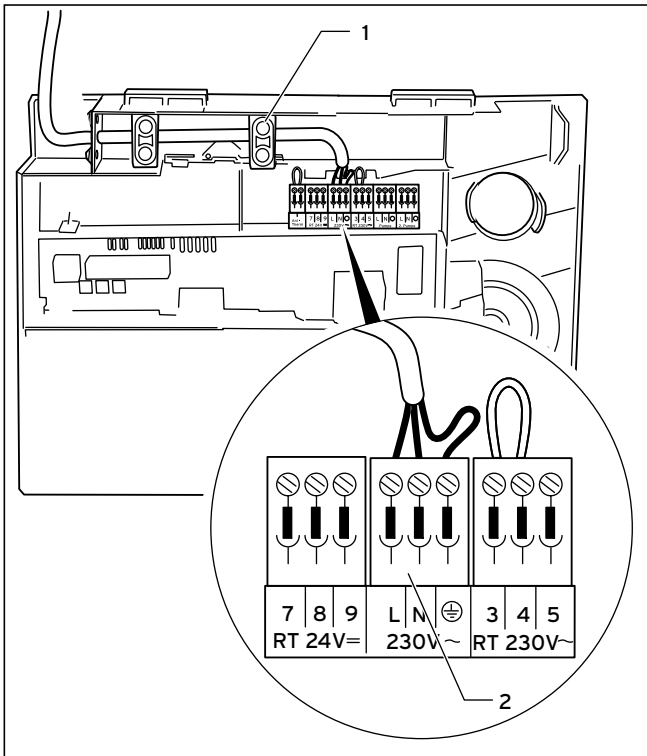

Abb. 5.6 Anschluss der Netzanschlussleitung
- Sichern Sie die Leitungen mit den Zugentlastungen (**1**, Abb. 5.6).
- Verlegen Sie die Netzanschlussleitung zur Anschlussebene im Schaltkasten wie in Abbildung 5.6 gezeigt.
- Sichern Sie die Leitungen mit der Zugentlastung (1).
- Klemmen Sie die Netzanschlussleitung an den dafür vorgesehenen Klemmen ⊕, N und L des System ProE an (2).
- Sichern Sie die Leitungen mit der Zugentlastung (1, Abb. 5.6)